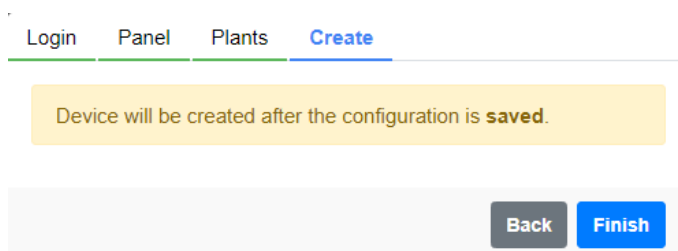

Figura 6.17: Informação sobre a criação ao MFM do Drive Scan
Passo 13 É informado que Drive Scan será criado no MFM após a configuração ser salva, conforme Figura 6.17.